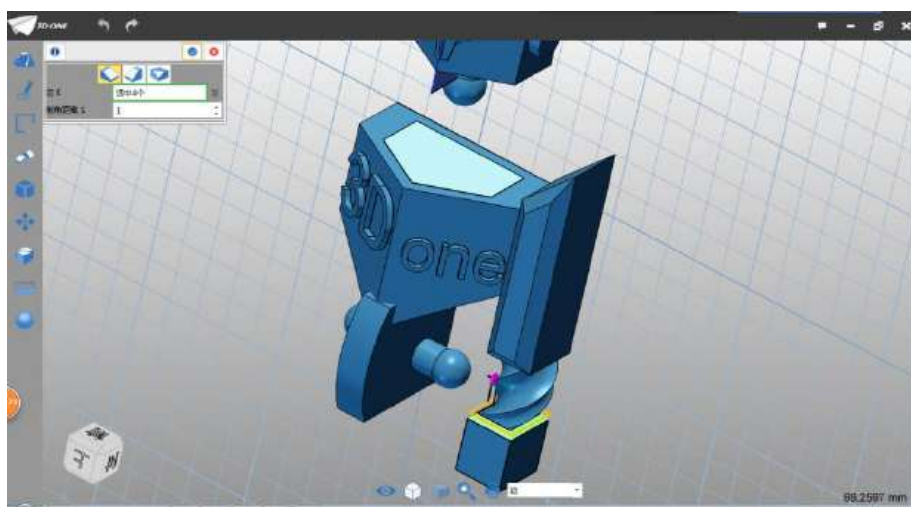

图 3-17
Step 17 点击确定，完成六面体绘制。选择倒角命令，边选择如图所示（环形），倒角距离设为 1，如下图 3-17 所示：